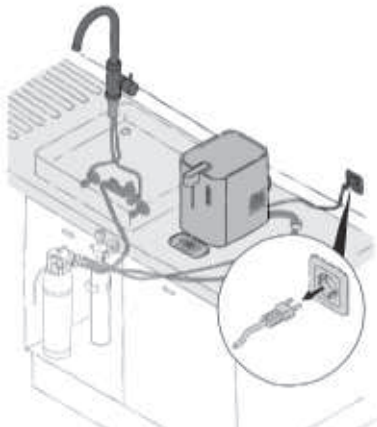

Abb. 52
1. Ziehen Sie den Netzstecker aus der Steckdose (Abb. 52).